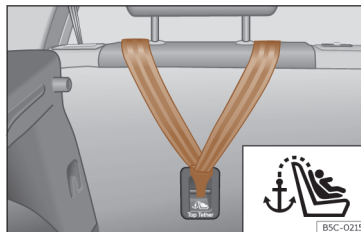
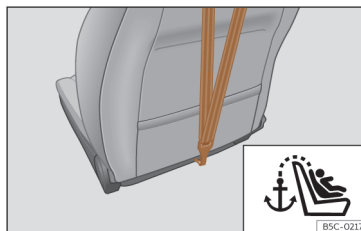

Fig. 40 Parte posterior dos bancos traseiros: fixação para o cinto Top Tether.
Fig. 41 Parte posterior do encosto do banco do passageiro: fixação para o cinto Top Tether (não está disponível em todos os mercados/versões).
As cadeiras infantis com sistema Top Tether incluem uma correia adicional para fixação a um ponto de fixação no veículo. Este ponto de fixação encontra-se na parte traseira do encosto do banco traseiro e do passageiro¹⁾ (identificado com o símbolo ) e proporciona maior retenção >>> Fig. 40, >>> Fig. 41.
- Deslize a correia e fixe-a corretamente na fixação da parte posterior do encosto >>> **Fig. 40**, >>> **Fig. 41.**